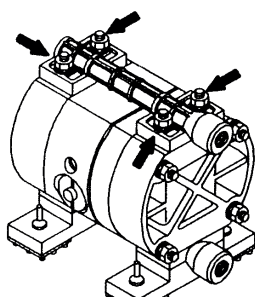

Fig. 4.5
- Retire los 4 tornillos del colector de salida y quítelo (fig. 4.5).